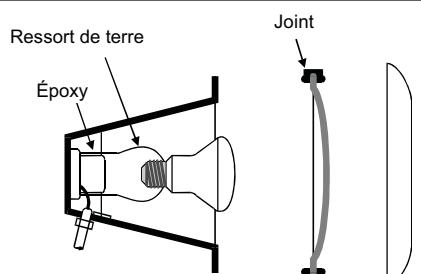

Figure 2.
4. Démonter l'appareil d'éclairage et retirer l'ampoule. Ôter le vieux joint et s'en débarrasser, cf. Figure 2.